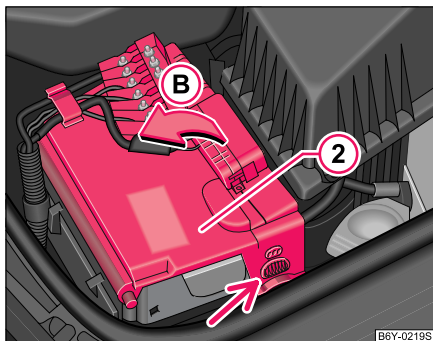

Fig. 132 Batería:
- Separe las pestañas de encastre situadas en los lados de la cubierta de la batería (2) y abata la cubierta en el sentido de la flecha (B) ⇒ fig. 132.